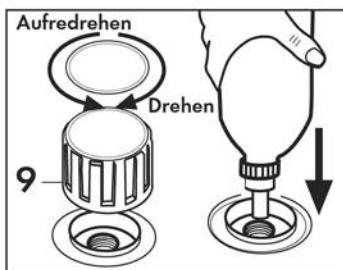

Abb. 3
Den Einfüllstopfen des Heizkessels (9) nach unten drücken und gleichzeitig gegen den Uhrzeigersinn abschrauben; die Flasche umkippen und den Flaschenverschluss in die Heizkesselöffnung stecken, um die Flasche zu leeren; dazu die Flasche gegen die Heizkesselöffnung drücken, um den Sicherheitsverschluss zu öffnen. Wenn der Heizkessel mit Wasser gefüllt ist, den Stopfen (9) in den Uhrzeigersinn zuschrauben und kontrollieren ob er richtig festgeschraubt ist (**Abb. 3**).